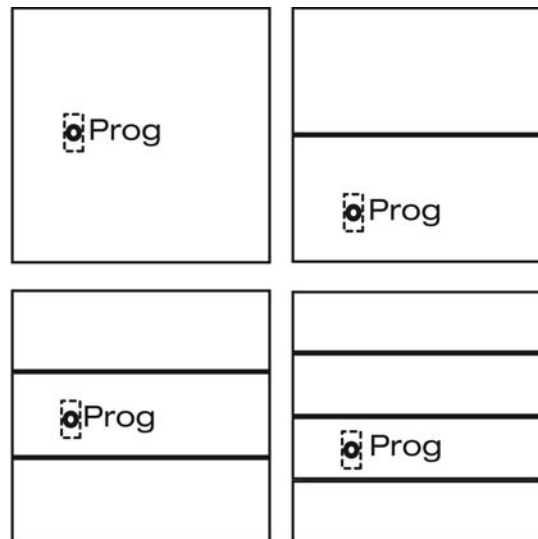

Bild 6: Anordnung der Programmier Taste in Abhängigkeit der Gerätevariante
- i** Die Programmier Taste befindet sich hinter einem Beschriftungsfeld. Die genaue Lage – je nach Ausführung - siehe Bild (Bild 6).